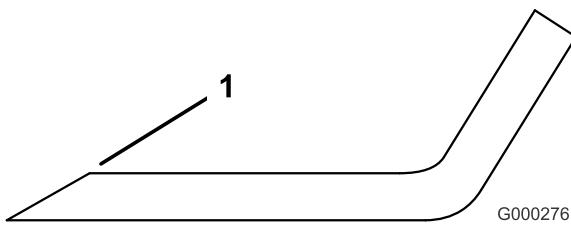

図 81
- ブレードは、左右の刃先をやすりで磨く(図 81)。刃先の角度を変えないように注意すること。左右を同じだけ削るようにすればバランスが狂わない。